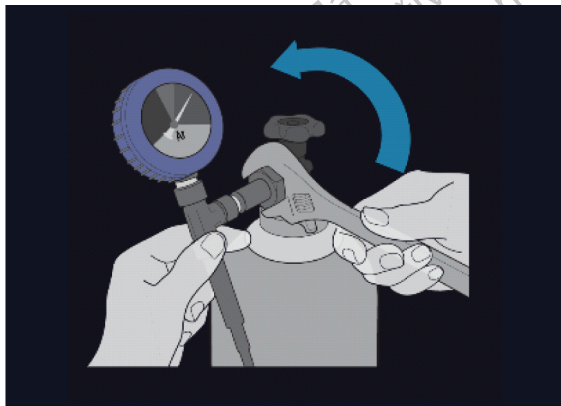

Figure 11. Installation des bouteilles de gaz
5. Raccordez la tubulure d'alimentation en argon haute pression à la bouteille d'argon en fixant l'adaptateur du manomètre sur le raccorder de la bouteille (voir Figure 11).